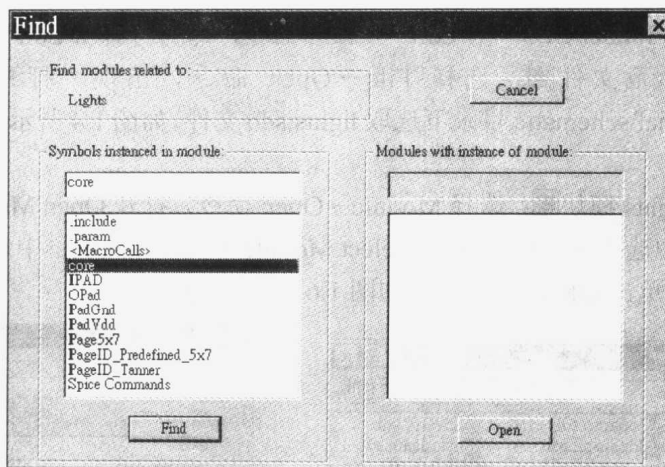
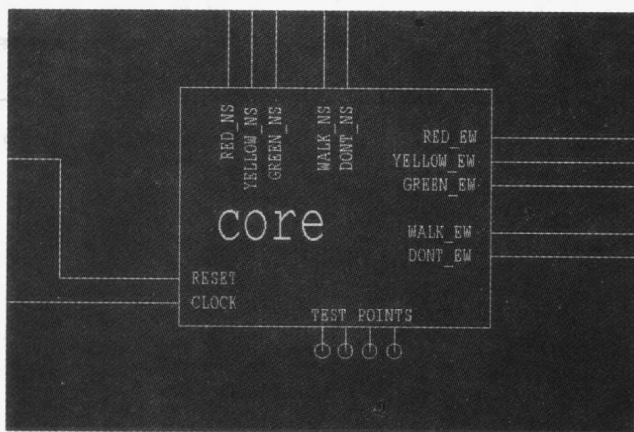

图 1.7 寻找引用到的模块
图 1.8 显示引用到的模块 core
(4) 寻找引用到的模块：选择 Module→Find Module 命令，打开 Find 对话框，如图 1.7 所示。
在右边 Modules with instance of module 列表框中列出了用到 Lights 模块的其他模块，图 1.7 中的该列表框没有数据则代表没有模块引用到 Lights 模块中。在左边 Symbols instanced in module 列表框中列出 Lights 模块中引用到的其他模块。若在该列表框中选择 core 选项，单击 Find 按钮，会看到系统将每个 core 符号标上不同颜色，如图 1.8 所示。